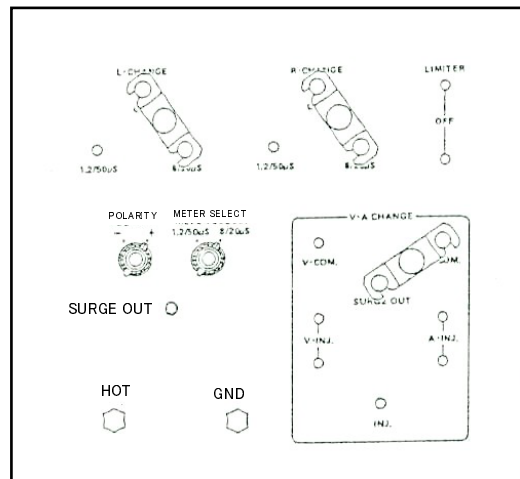

図 11
2. 出力波形切替部⑭を図 11 のように設定します。重畳切替部⑯には何も接続しないでください。
2. 電流チェック端子⑩に添付品の波形チェック端子を取り付け、10 : 1 プローブを接続します。
3. 出力波形切替部を図 11 のように接続します。HOT 端子⑩と GND 端子⑮を 5.5Sq 以上の電線でショートし、アクリル扉を閉めます。
5. SURGE ADJ ツマミ⑤を回して出力電流指示値を 2000A に合わせたら、トリガースイッチ⑦を押してサージを出力し、波形を確認します。
2. 出力波形切替部を図 11 のように設定します。HOT 端子⑩と GND 端子⑮を 5.5Sq 以上の電線でショートします。